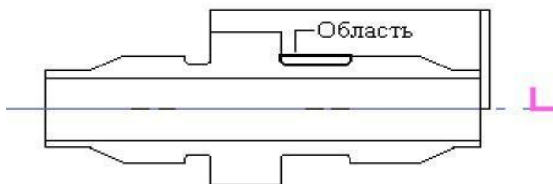

Рис. 4.37
3. Укажите контур, определяющий границы области (см рис. 4.37).